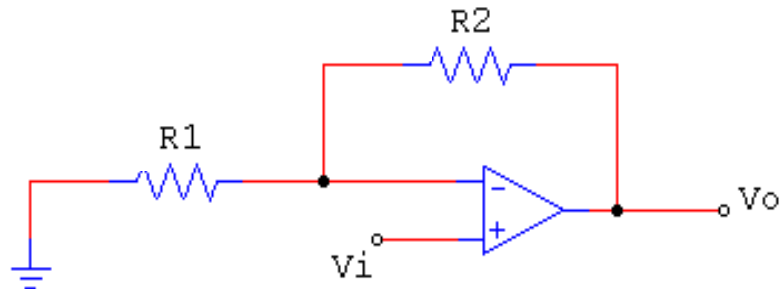

Figura 4.12
- Monta el circuito de la figura 4.12